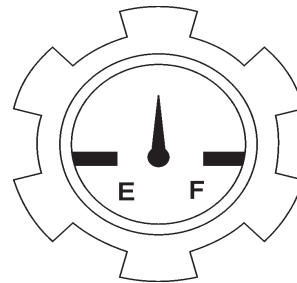

Figura 8. Tapón medidor de combustible
5. Revise el medidor de combustible que esta en el tapón del tanque, (Figura 8) para determinar si el combustible esta bajo. Reabastezca según se necesite.